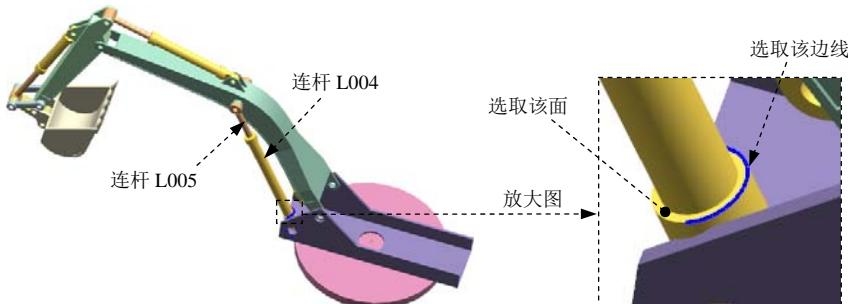

图 10.8.20 定义滑动副（一）
(1) 定义运动副类型。在“运动副”对话框**定义**选项卡的**类型**下拉列表中选择  **滑动副** 选项。
(2) 选择连杆。选取图 10.8.20 所示的连杆 L005。
(3) 定义原点及矢量。在“运动副”对话框的  **指定原点** 下拉列表中选取“圆弧中心” 选项，在模型中选取图 10.8.20 所示的圆弧为定位原点参照；选取图 10.8.20 所示的面作为矢量参考面。
(4) 添加啮合连杆。在“运动副”对话框的基本区域中选中  **啮合连杆** 复选框，单击 **选择连杆 (O)**，选取图 10.8.20 所示的连杆 L004。
(5) 定义啮合连杆原点及矢量。在“运动副”对话框**基本**区域的  **指定原点** 下拉列表中选取“圆弧中心” 选项，在模型中选取图 10.8.20 所示的圆弧为定位原点参照；选取图 10.8.20 所示的面作为矢量参考面。
(6) 定义驱动。在“运动副”对话框中单击 **驱动** 选项卡，在 **平移** 下拉列表中选择 **函数** 选项；在 **函数数据类型** 下拉列表中选择 **位移** 选项；单击 **函数** 后的  按钮，选取 **f(x) 函数管理器...** 选项，在弹出的“XY 函数管理器”对话框中单击  按钮，在弹出的“XY 函数编辑器”**公式=** 区域下的文本框中输入函数关系式“STEP(x,0,0,4,210)+STEP(x,4,0,6,-210)+STEP(x,8,0,10,210)”，其余参数接受系统默认设置，单击两次 **确定** 按钮，完成驱动的定义。
(7) 单击 **应用** 按钮，完成第四个运动副的添加。